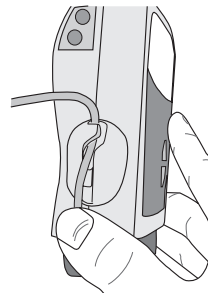

図2
- ・親指でセンサ下側のチューブを押さえ、チューブを溝に沿って嚙ませながら引っ掛けます (図2)。